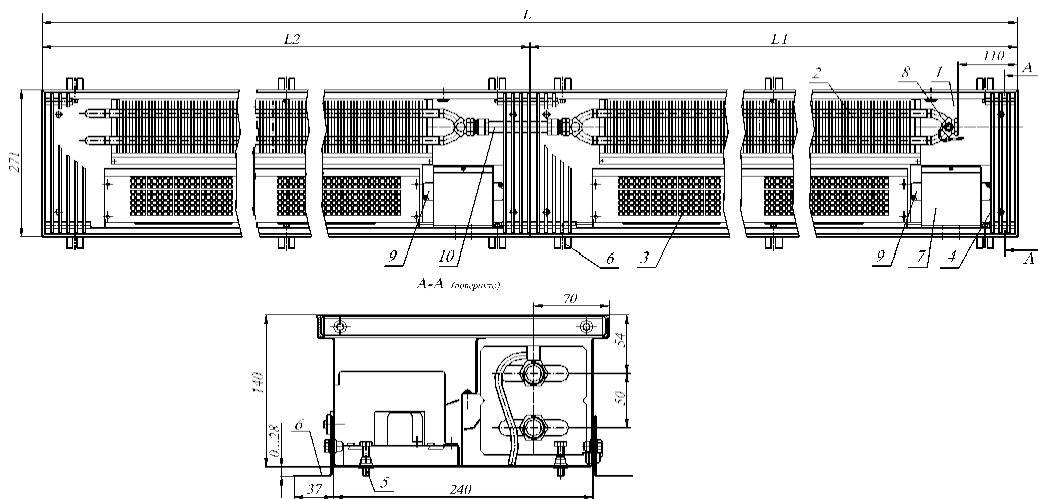

Рис.1 Конвектор КVK12 27.14.310...600-VKT-П
4.1. Каждая секция конвектора имеет (см. рис.1, 3):
4.2 Размеры изделий представлены на Рис.1, 2, 3, 4 и в таблице 1, 2.